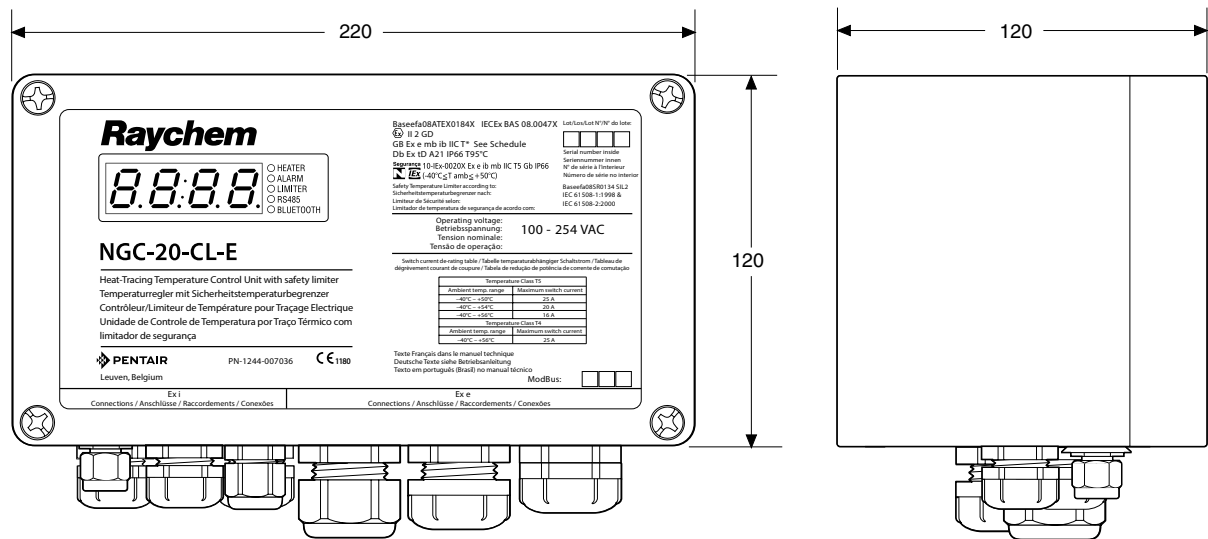

Abbildung 1: Abmessungen NGC-20-C(L)-E
- Die richtige Position ist durch zwei Glasseide-Klebebändern zu fixieren. (Abbildung 1)